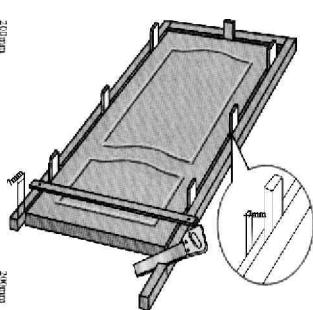

рис. 2
- Отпишите лишнюю часть коробки (рис. 2).